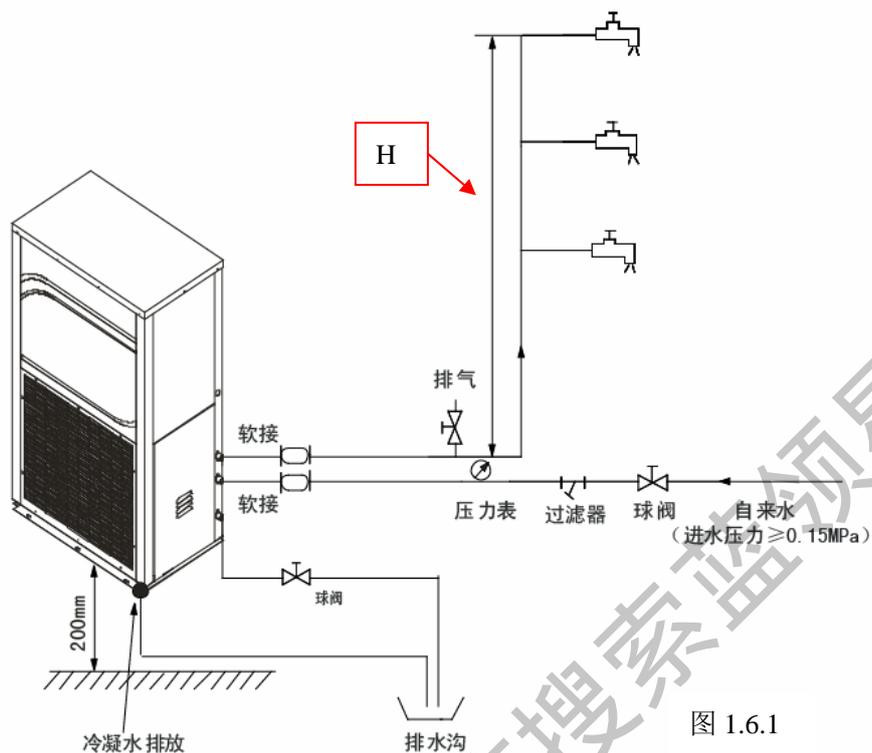
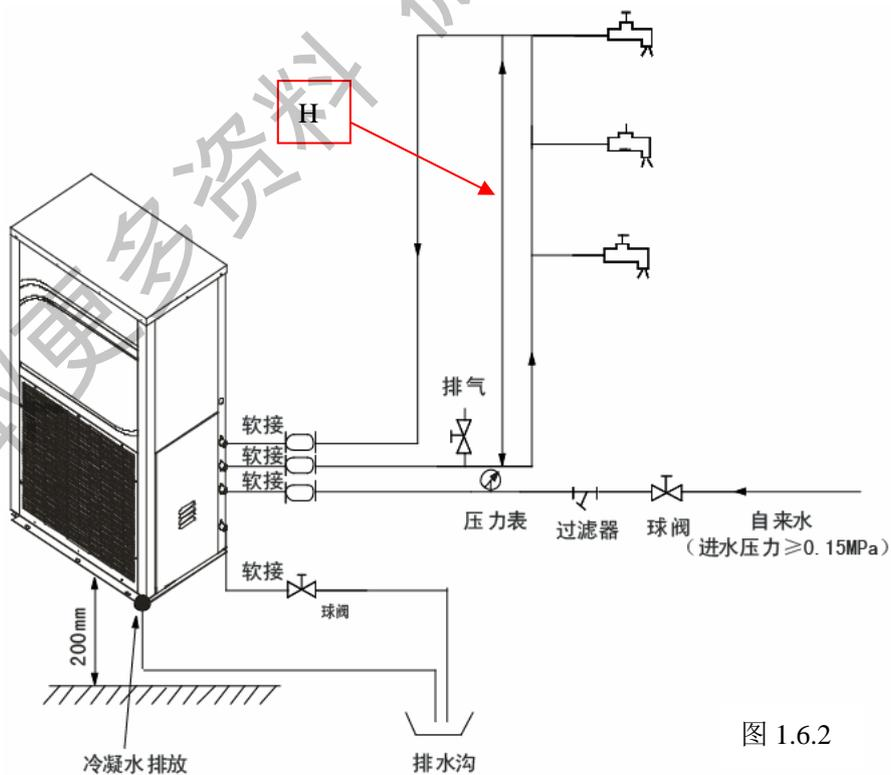

图 1.6.1
图 1.6.2
4. 图 1.6.1、图 1.6.2 中最高用水龙头与主机的落差 H 最大值如下表
- 图 1.6.1、图 1.6.2 中自来水管上必须安装进水过滤器（过滤器为标配附件）。